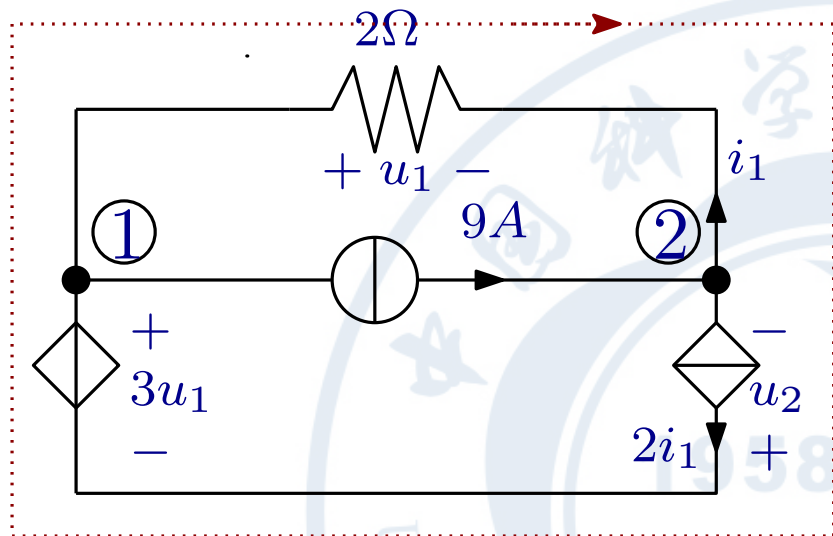

Fig. 14
■ 求 Fig. 14 所示电路两个受控电源的各自发出的功率